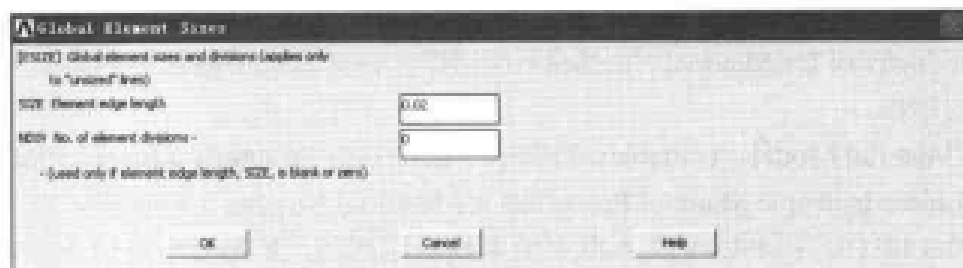

图 13-57 单元尺寸设置对话框
(2) 选择 Main Menu | Preprocessor | Meshing | Size Cntrls | ManualSize | Global | Size 命令, 出现 Global Element Sizes 对话框, 在 SIZE Element edge length 文本框中输入 0.02, 如图 13-57 所示, 单击 OK 按钮关闭该对话框。